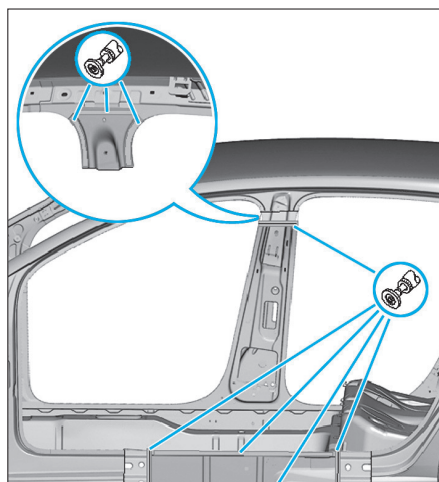

FIG. 49
- Retirer les morceaux de tôle restants (Fig.49).